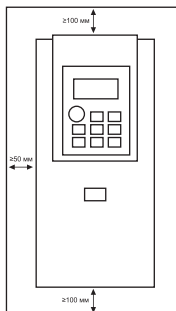

Рис. 3.1 – Требования к минимальным воздушным зазорам
- Для всех типоразмеров допустимое расстояние между ПЧ - 100 мм по вертикали, по горизонтали- 50 мм, (см. рис. 3.1).